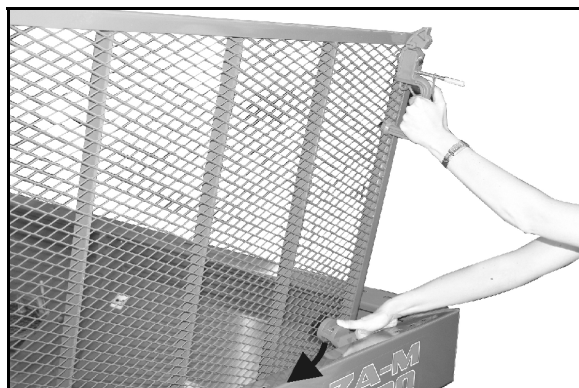

Fig. 18
3. Sollevare la griglia di protezione fino a far scattare l'arresto sul bordo del serbatoio (Fig. 18).
- Prima della chiusura della griglia di protezione, abbassare l'arresto (Fig. 18).